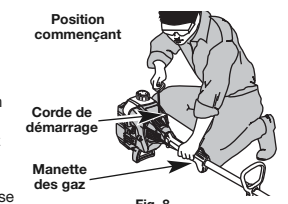

Fig. 8
AVERTISSEMENT: évitez tout démarrage accidentel. Tenez-vous en position de démarrage lorsque vous tirez sur la corde de démarrage (Fig. 8). L'opérateur et l'appareil doivent tous deux être en position stable pour éviter des blessures graves.
5. Levez-vous en position de démarrage (Fig. 8) et appuyez sur la manette des gaz. Tirez fermement le cordon de démarrage à 5 reprises.